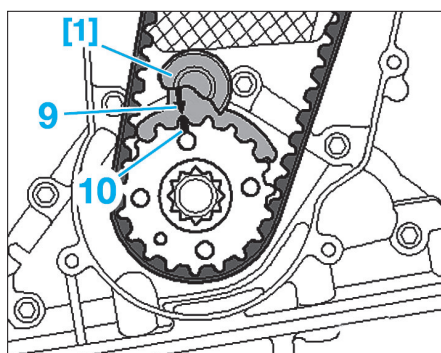

FIG. 11
- [1]. Arrêteur de vilebrequin ref.T10050 (Fig.11)
- Introduire l'arrêt de vilebrequin dans la denture du pignon de courroie crantée en commençant par la face frontale du pignon (Fig.11).